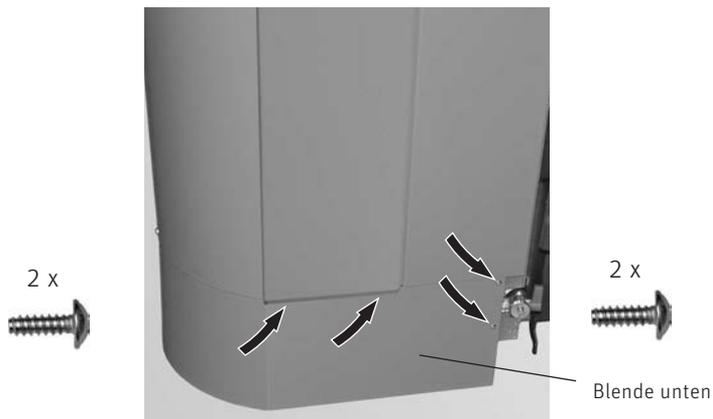

Fig. 73 Blende unten für Vorratsbehälter montieren (nur BioWIN Klassik / Premium)
- Blende unten für Vorratsbehälter unten mit 4 Blechschrauben anschrauben – Fig. 73.